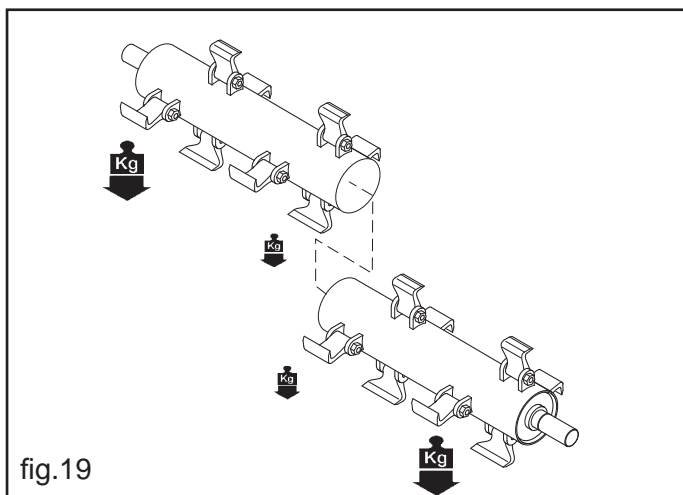

fig.19
- **Die schwereren Messerpaare an den beiden Enden des Rotors anordnen, die leichteren Paare im Mittelpunkt anordnen (fig.19).**